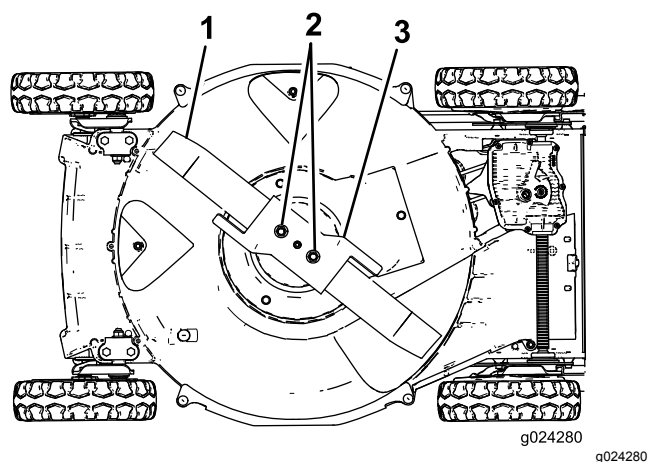

Рисунок 27
5. Переверните машину на **правую** сторону (воздухоочистителем вверх), как показано на Рисунок 27.